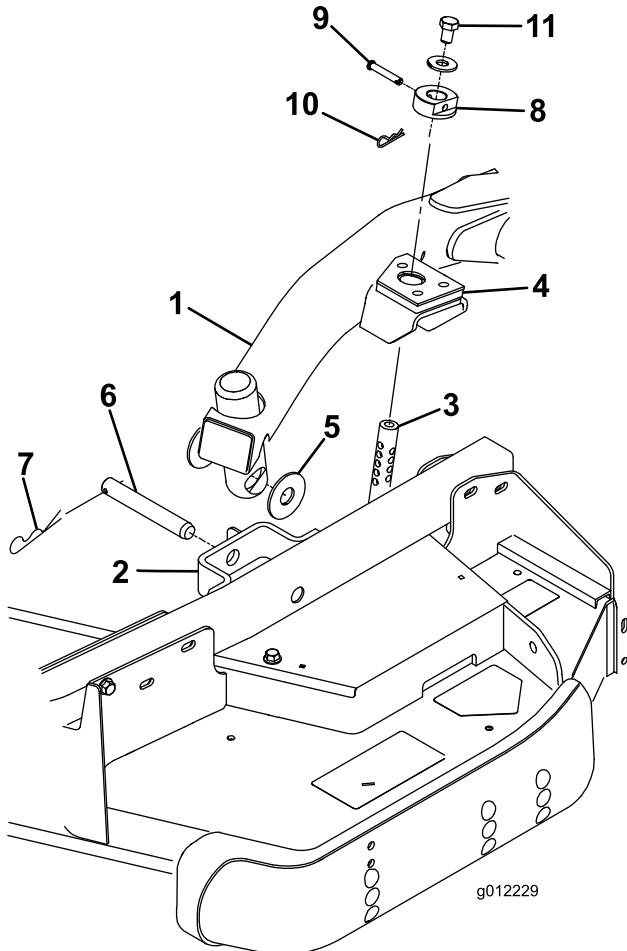

Figura 26
- Portate la leva di sollevamento in posizione Float. Spingete verso il basso un braccio di sollevamento fino a quando i suoi fori non si trovano allineati ai fori della staffa del braccio della ruota orientabile e l'asta dell'altezza di taglio può essere inserita nei pattini del braccio di sollevamento (Figura 26).
- Fissate il braccio di sollevamento al braccio della ruota orientabile con (2) rondelle di spinta, un perno con testa e una coppiglia. Posizionate le rondelle di spinta tra il braccio di sollevamento e la staffa del braccio della ruota orientabile (Figura 26). Inserite l'estremità della coppiglia nell'apposito intaglio di ritegno presente sulla linguetta del braccio della ruota orientabile.
- Montate i collari dell'altezza di taglio sulle aste dell'altezza di taglio e fissateli con dei perni con testa e delle coppiglie (Figura 26). La testa del perno deve essere rivolta verso la parte anteriore del piatto di taglio.
- Montate un bullone da 1/2 x 3/4 pollici e una rondella sulla sommità di ogni asta dell'altezza di taglio (Figura 26).